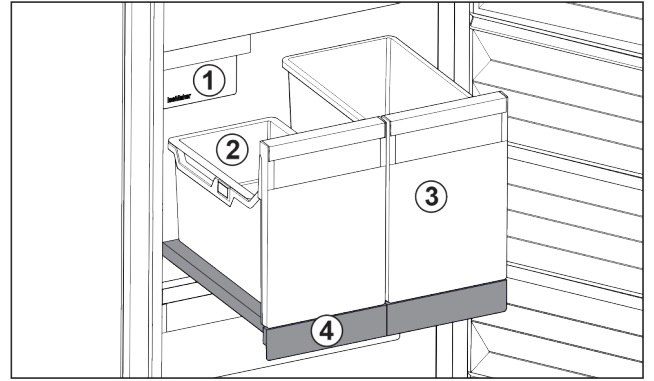

Fig. 88 Vetotaso IceTowerilla
- (1) IceMaker
- (2) Ripustettava jääpala-kulho
- (3) Säiliö esim. pizzalle, alkoholijuomille
- (4) Vetotaso
Vetotasossa on kaksi korkeaa säiliötä (IceTower). Säiliö on tarkoitettu Fig. 88 (2) IceMakerin jääpalojen keräämiseen ja säilyttämiseen. Säiliö Fig. 88 (3) soveltuu korkeiden ruokatarvikkeiden säilytykseen, esimerkiksi pizzojen tai alkoholijuomien.